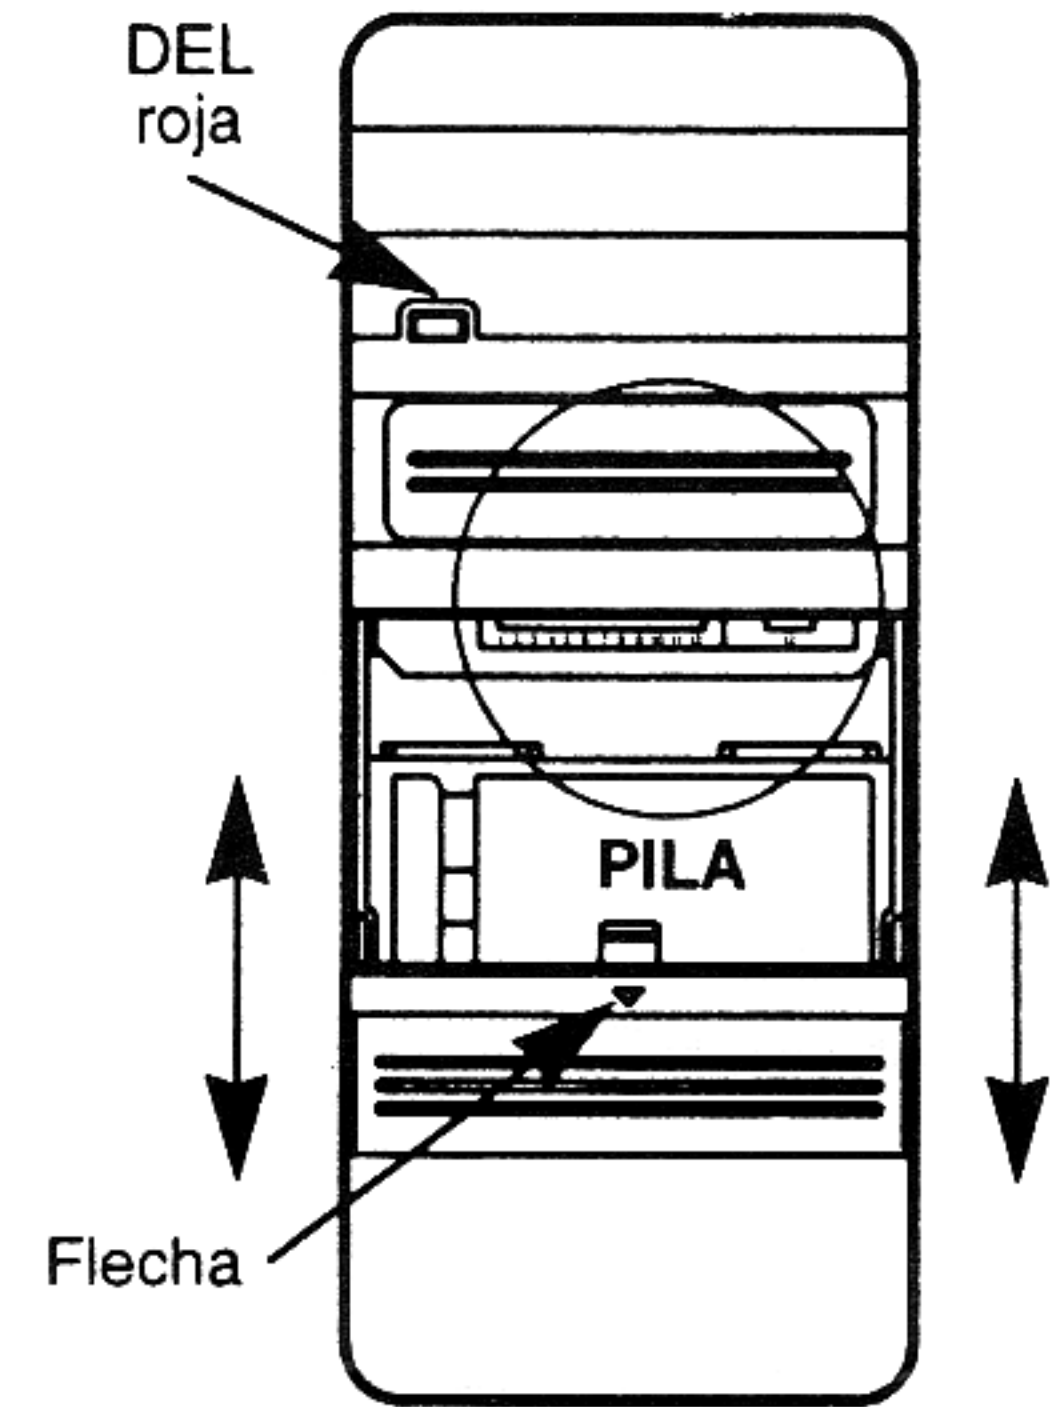

Fig. 1
- Oprima firmemente por debajo de la flecha y corra la tapa para quitarla (Fig. 1).
- Appuyer fermement au-dessous de la flèche sur le couvercle de la pile et faire glisser le couvercle pour le retirer (Fig. 1).